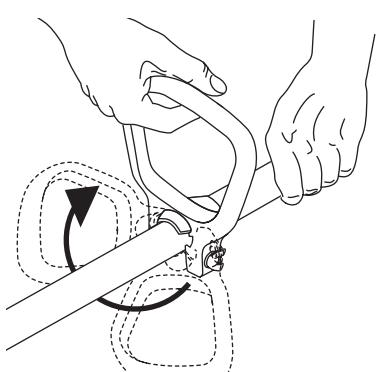

Fig. 6
- Ubique la tuerca de mariposa en el mango en forma de D. Aflojela suficientemente para soltar el mango en forma de D (Fig. 6).
- Gire el mango en forma de D hacia la posición vertical al frente de la cubierta del eje (Fig. 6).